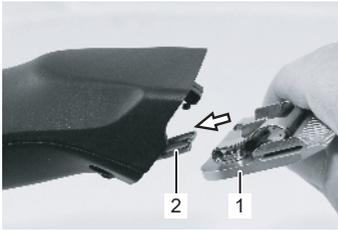

Fig. 17
6. Sätt klipp huvudet på svängarmen och vik den över den påslagna klippern med lätt tryck (fig. 17, 18, 19).